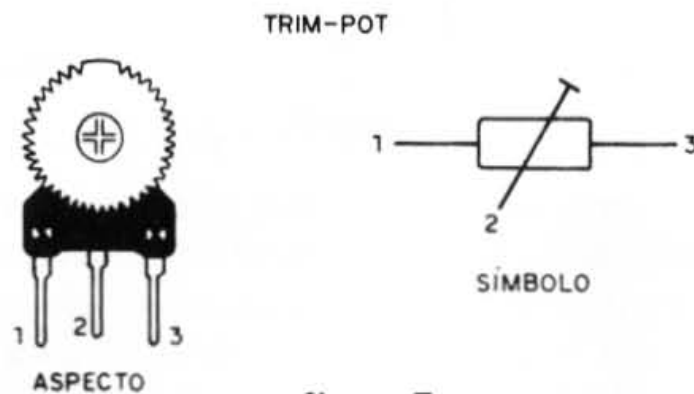

figura 7
c) Trim-pots — estes são resistores ajustáveis que servem para alterar a resistência num circuito. (figura 7)